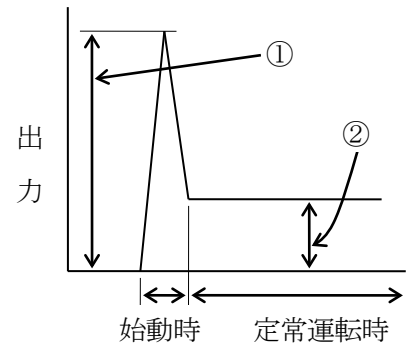

図 1—設備の運転モデル
自家発電設備 (自家発) から電力を供給する負荷には、屋内消火栓設備、排煙設備、エレベーターなど、始動時 (図 1 ; ①) と定常運転時 (図 1 ; ②) で自家発に要求する電力が変わるものがあります。